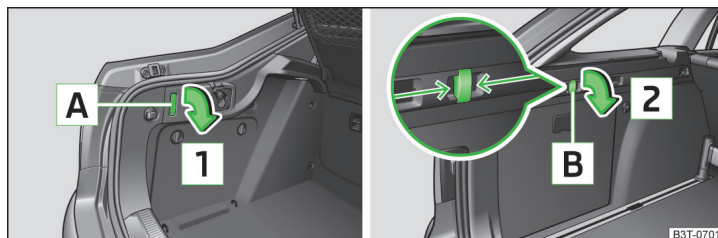

Fig. 101 Gancho plegable: Superb / Superb Combi
- » Superb: presionar la parte inferior del gancho **A** y plegarlo hacia abajo en dirección de la flecha **1** » fig. 101.
- » Superb Combi: Agarrar el gancho **B** en el área de las flechas y desplegarlo en la dirección de la flecha **2** hacia abajo » fig. 101.